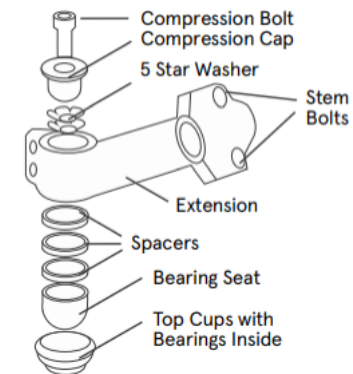

Fig. 3
Étape 3 : Montage du guidon et de la potence (voir les figures 3, 4 et 5)